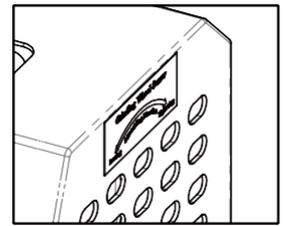

Fig. 11-1
- ① Desconecte o cabo de alimentação e certifique-se de que a energia está desligada.
- ② Confirme a direção do parafuso na tampa do rebolo antes de trocar o rebolo. (Fig. 11-1)